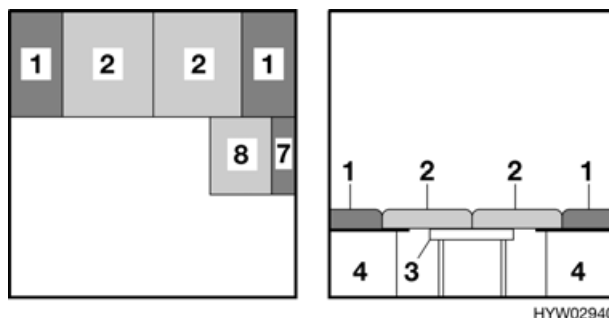

Fig. 50 Dopo la trasformazione
- Collocare i cuscini dello schienale (Fig. 50,1) sulla parete esterna. Rispettare la forma cuneiforme.
- Premere entrambi i cuscini del divano (Fig. 50,2) fra i cuscini dello schienale.